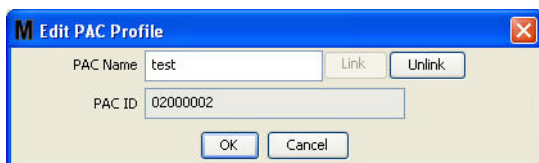

FIG. 117
8. Aparecerá la casilla Editar perfil de PAC representada en la FIG. 117. Para cambiar el nombre del PAC, introduzca un nuevo nombre en el cuadro Nombre de PAC y haga clic en Aceptar para cerrar la pantalla y guardar los cambios.